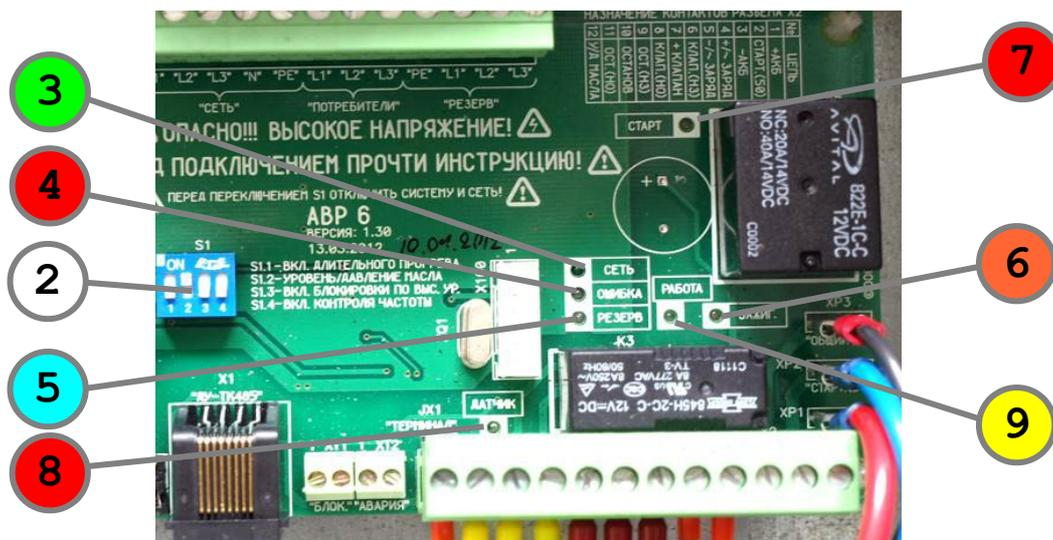

Рис.3. Органы управления и индикации на плате AVR6.
Позиционные обозначения на рис.2 и рис.3: 1) Кнопка включения/отключения системы. 2) ДИП-переключатели выбора режимов работы. 3-5) Индикаторы режимов работы устройства (см. табл. №2). 6) Индикатор сигнала «Зажигание». 7) Индикатор сигнала «Старт». 8) Состояние датчика масла. 9) Индикатор работы двигателя.
Для включения устройства поверните и отожмите кнопку «EMERGENCY STOP». При этом на короткое время загорятся и погаснут зелёный, красный и жёлтый индикаторы состояния (рис.3). После чего примерно на 10с останется светиться только зелёный индикатор. По истечении этого времени устройство перейдёт в режим «Автомат», а дальнейшая индикация будет зависеть от состояния сети и генератора (см. таблицу 2).
2. **Через разъём (X2) «На генератор»:** в цепи генератора посылается сигнал зажигания (индикатор «Зажиг.» на рис.3, поз.6) для включения топливных клапанов и привода воздушной заслонки и опрашивается датчик уровня масла (если он выбран при помощи ДИП-переключателя) (индикатор «Датчик» на рис.3, поз.8). Если всё в порядке, то производится посылка на генератор сигнала пуска стартера (индикатор «Старт» на рис.3, поз.7) до появления напряжения с выхода генератора или сигнала о работе двигателя (индикатор «Работа» на рис.3, поз.9). Длительность сигнала пуска ограничена пятью секундами. Если генератор не запустился, то через 20 секунд производится повторная попытка запуска. Всего повторных попыток две. Если все три попытки запуска оказались неудачными, то устройство переходит к отображению ошибки запуска (см. подраздел “Органы управления и индикации”).